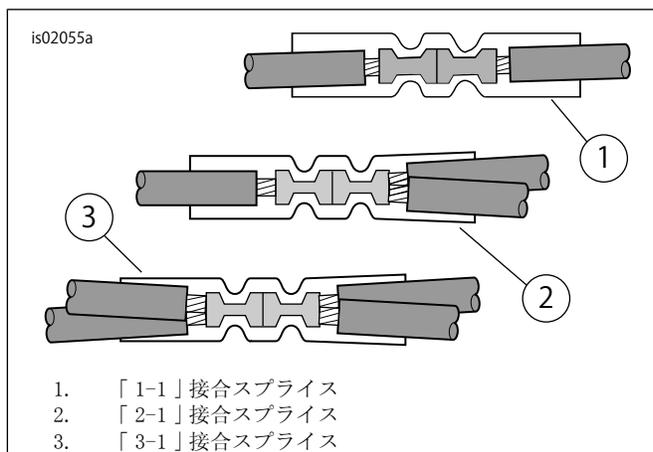

図22。スプライスの構成
- 「図22」を参照。「2-1」スプライス構成。キットから赤色のシール付きスプライスコネクタ(「図34」のアイテム4を参照)を取り出します。黒色のガレーズドアオープントランスミッターをヘッドランプから黒色ワイヤーに接合します。接合しやすくするために、トランスミッターワイヤーハーネスケーシングをトリムします。
- a. 必要に応じて、ワイヤーを電気系統接続ハーネスの密封キャップ末端に接合します。電気系統接続ハーネスが以前のアクセサリの取り付けで接合されていた場合は、既存のスプライスを切削します。赤ワイヤーから密封キャップを外さないよう注意します。図22を参照してください。複数の接続コンフィギュレーションには
4. 「図22」を参照。「2-1」スプライン構成。キットから赤色のシール付きスプラインコネクタ（「図34」のアイテム4を参照）を取り出します。サービスマニュアル付録の説明に従い、ガレージドアオープナーのワイヤーハーネス電源リードをメインハーネスのオレンジ/白ワイヤーに接合します。